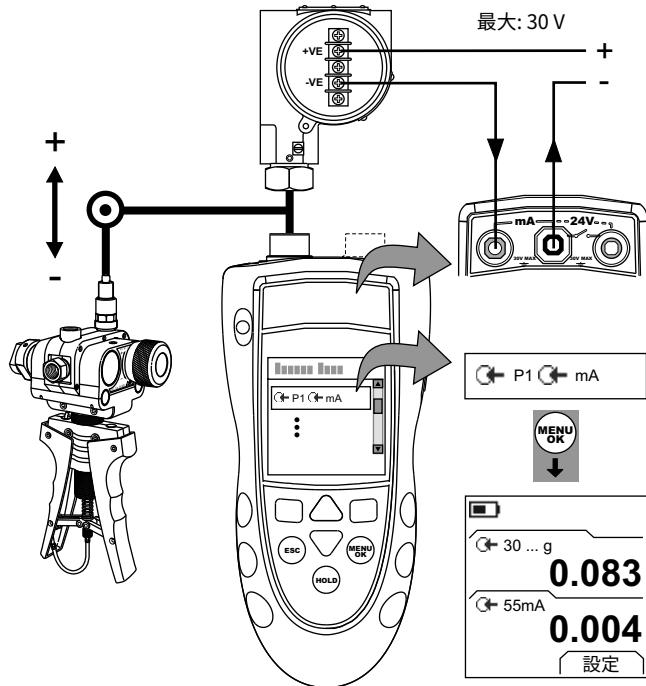
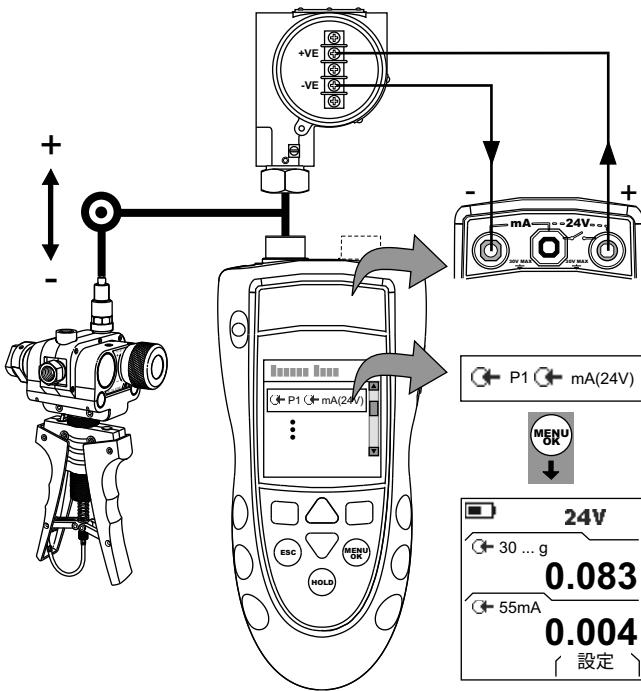

図 5: 構成例 - 外部ループ電源を使用したトランスマッタ校正
図 6: 構成例 - 内部ループ電源を使用したトランスマッタ校正
1. 本計器を接続し(図 5 または図 6)、必要に応じてセットアップ(表 1)を調整します。